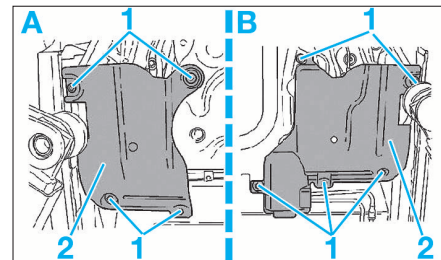

FIG. 53
- Déposer les vis (1) et (2) (Fig.53).